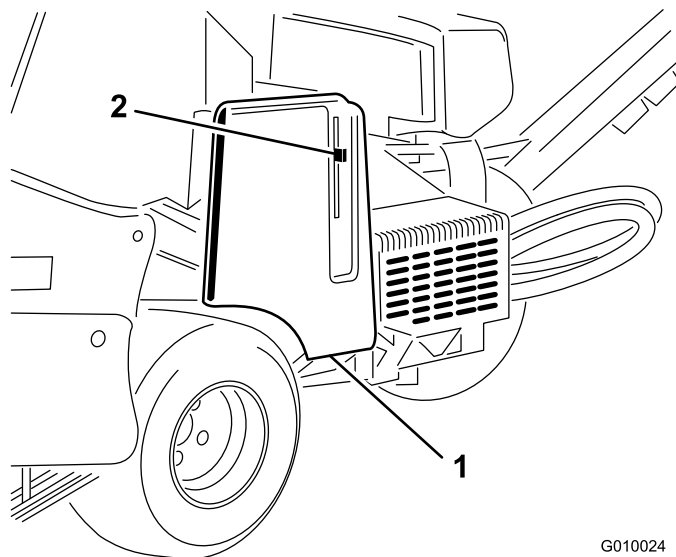
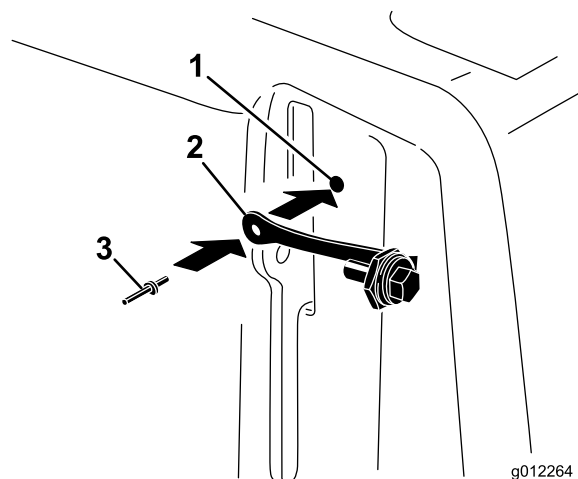

Bild 8
Bild 9
1. Ermitteln Sie das Loch in der Riemenabdeckung neben der Hebelklinke (Bild 8 und Bild 9).
2. Befestigen Sie den Splint mit einer Blindniete im Loch in der Riemenabdeckung (Bild 9).